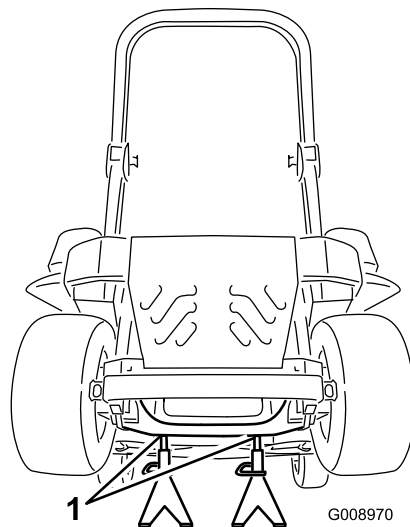

Figure 102
3. Soulevez la machine sur des chandelles (Figure 102).
9. Retirez les chandelles et abaissez la machine (Figure 102).